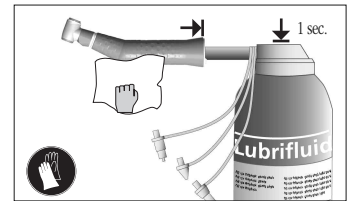

fig. 4
- Introduire l'embout du spray dans l'arrière du manche de l'instrument fig. 4.